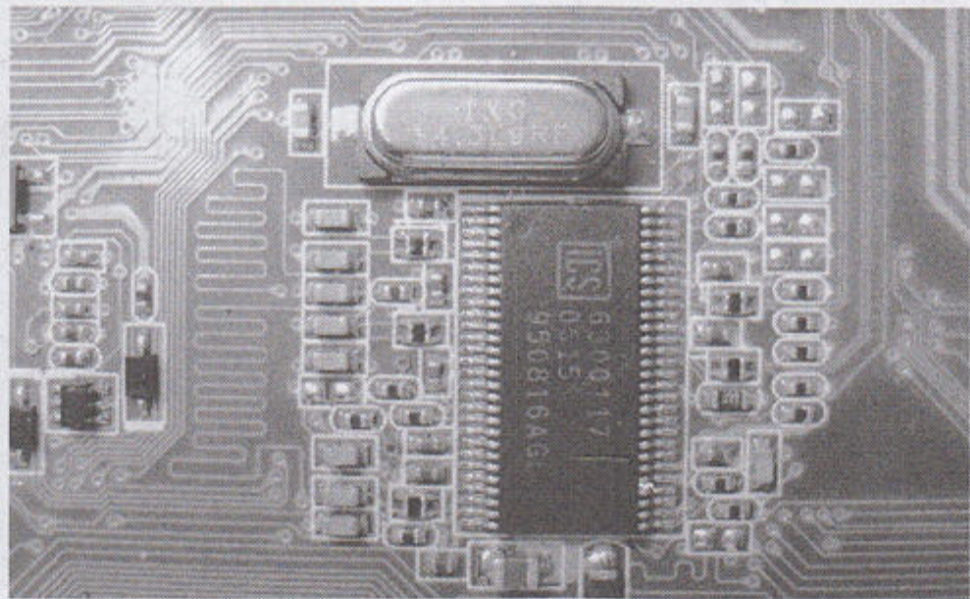

图 2-21
(1) 时钟芯片晶振。该晶振和时钟芯片相连，为时钟芯片提供固定的 14.318MHz 的时钟频率，它损坏后，会出现开机不能显示的故障，因为它要为多个电路提供时钟频率，该晶振两引脚之间的电压一般在 1V 左右，时钟晶振如图 2-21 所示。